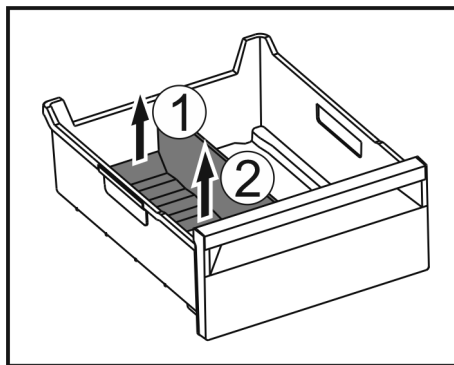

Fig. 170
- ▶ Løft opp baksiden av isrom-deleren. Fig. 170 (1)
- ▶ Ta ut isrom-deleren oppover. Fig. 170 (2)